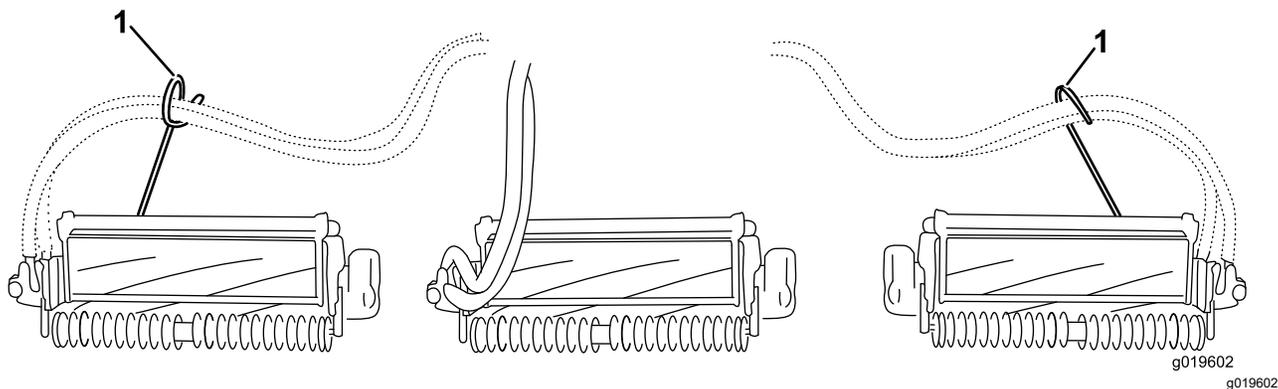

Рисунок 14
**Внимание:** На режущих блоках № 4 (левом переднем) и № 5 (правом переднем) прикрепите направляющие шлангов к передней части выступов режущих блоков с помощью крепежных гаек кронштейна штока. Направляющие шлангов должны быть наклонены в сторону центрального режущего блока (Рисунок 12 – Рисунок 14).